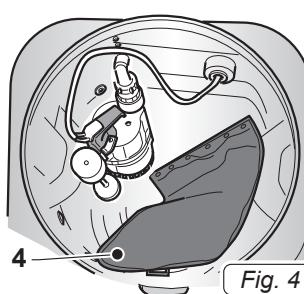

Fig. 4
- Verificare che sia presente il filtro in rete (4 Fig. 4) all'interno del serbatoio.